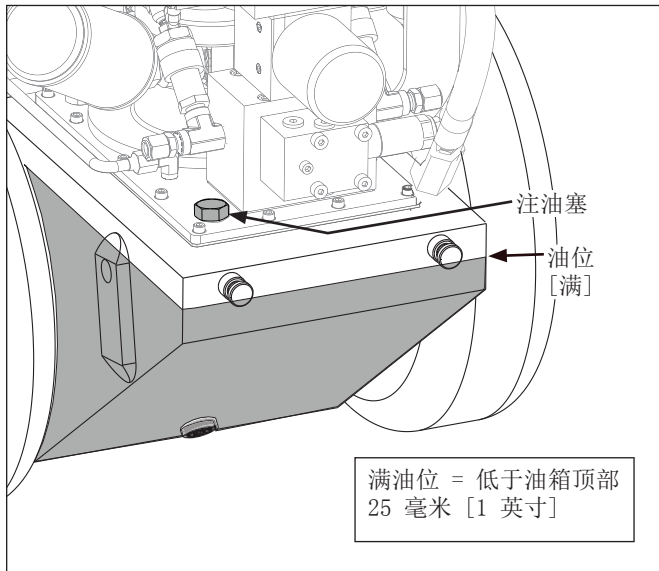

图 11, 油位 — 液压油箱
4. 拧松并拆下注油塞。参见图 11。
5. 检查油箱中的油位。在液压缸完全缩回和气动马达关闭的情况下，油位应在油箱顶部下方大约 25 毫米 [1 英寸] 的位置。参见图 11。
9. 拆下注油塞，并按需加注 Enerpac HF 液压油。为避免油液溢出，请使用漏斗。在液压缸完全缩回和气动马达关闭的情况下，油位应在油箱顶部下方大约 25 毫米 [1 英寸] 的位置。油位图请参见图 11。
12. 将液压缸完全缩回并关闭液压泵马达时，重新检查油位，确保油位未下降。如有需要，另外加油。油位图请参见图 11。